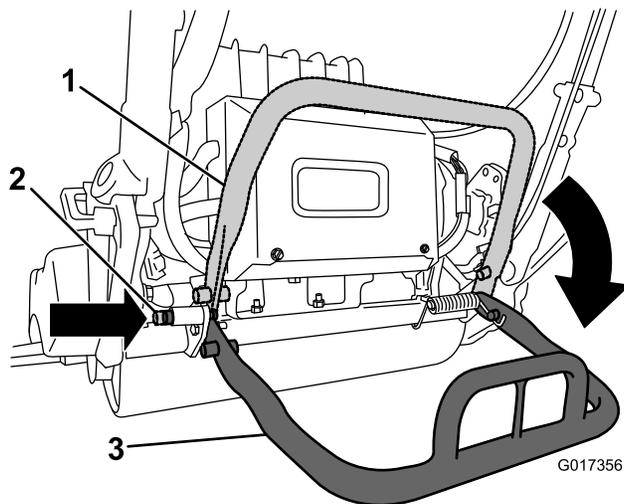

图26
- 要在拆卸滚刀时使用支撑架，应降低支撑架并推入锁定销，将支撑架锁定在维修位置（图26）。